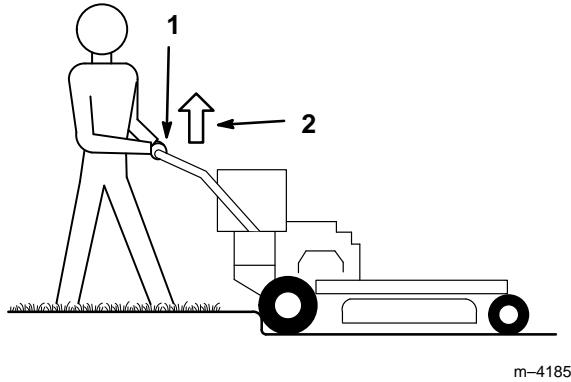

Figure 16
3. Faire avancer ou reculer la machine jusqu'à ce que les roues motrices touchent la bordure (Fig. 16).